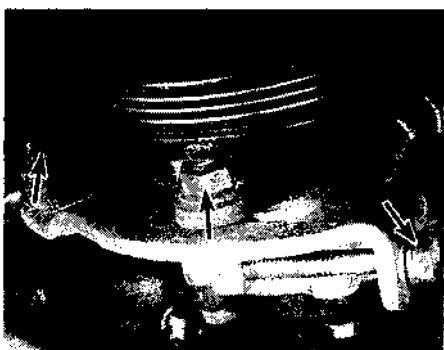

Рис. 20.7. Отверните болт и гайку шарнира, отверните регулировочный болт и гайку (показаны стрелками) - для моделей 1990... 1994 г.г. выпуска
- 7 Ослабьте затяжку болта и гайки шарнира и регулировочного болта (см. рис. 20.7), затем снимите ремень (см. главу 1).